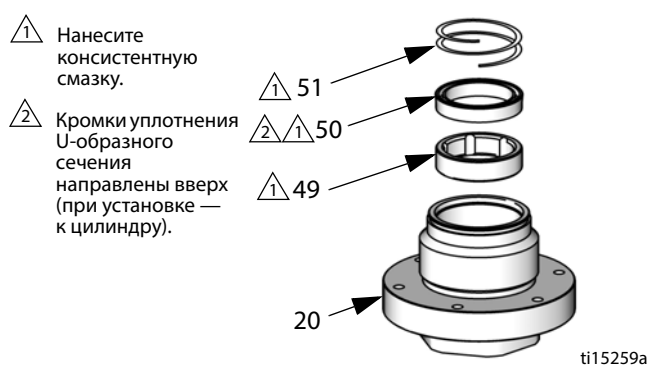

Рис. 11. Уплотнение горловины U-образного сечения
13. **Модели с уплотнениями U-образного сечения.** Используя съемник для уплотнительных колец или плоскогубцы, снимите пружинный зажим (51), уплотнение U-образного сечения (50) и подшипник (49). Рис. 11 на стр. 15.
14. Снимите и утилизируйте верхнее (2) и нижнее (21) уплотнительные кольца гайки сальника.
15. Зажмите шестигранник поршневого штока (31) в тисках. Используя шестигранный ключ на 1/2 дюйма, отверните проточную гайку (44) с нижней части поршня (45).
16. Снимите уплотнительное кольцо (32) и седло (46). Разожмите тиски и извлеките запорный шарик (47).